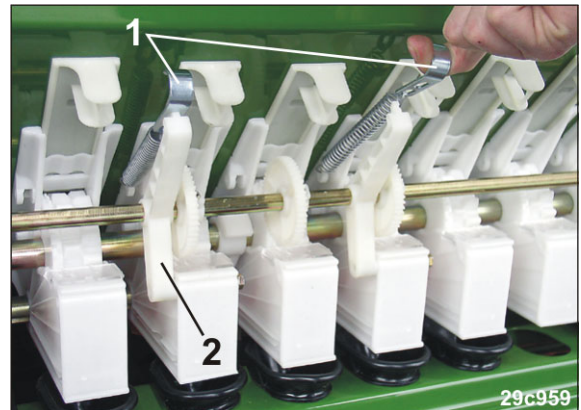

Fig. 121
2. Die Zugfedern (Fig. 121/1) der Vorgelegewellenlager (Fig. 121/2) entfernen.